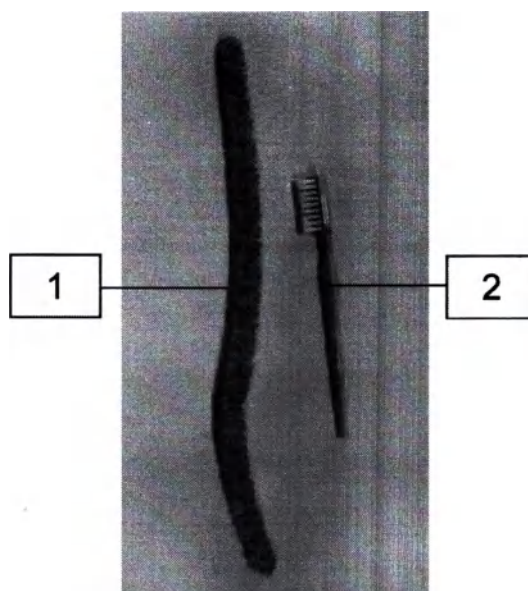

Рис. 7.3: Расходные материалы, используемые для очистки и дезинфекции.
- Одноразовые щетки 15 мм BRISTLE – STEM (Код: FLEX006, Clinipack) или аналогичные (поз. 1 на рис. 7.3).
- Зубная щетка или подходящая щетка для очистки хирургических инструментов (поз. 2 на рис. 7.3).